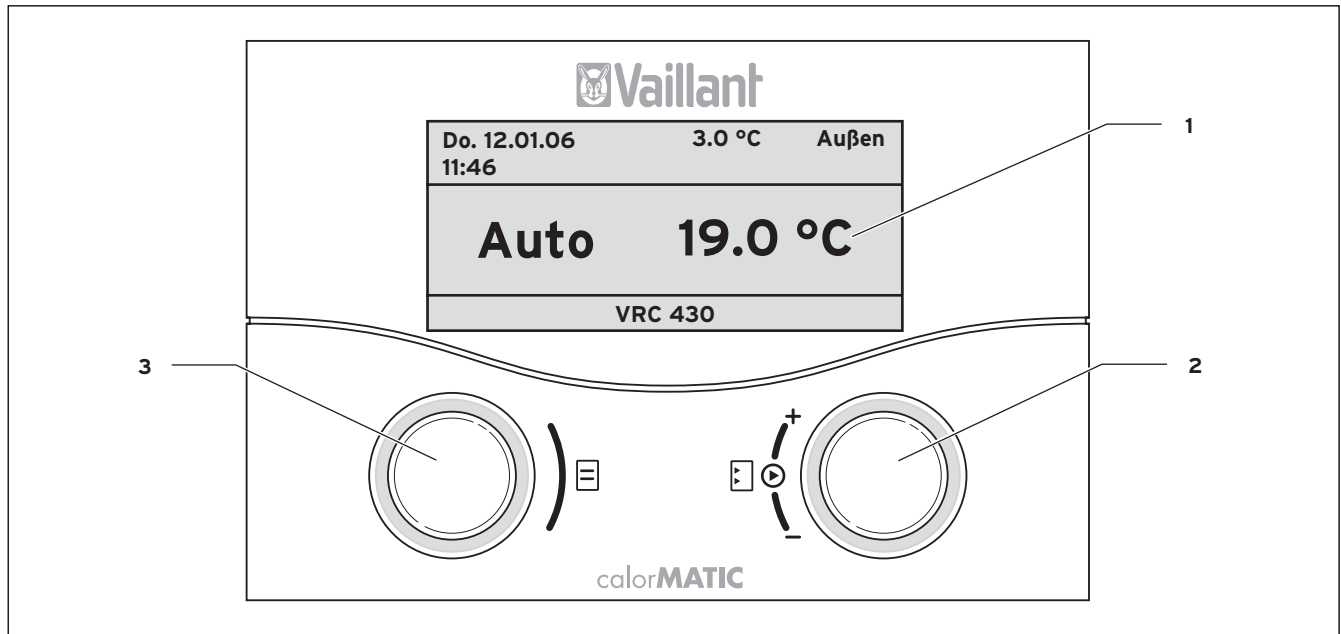

Abb. 4.1 Übersicht Bedien- und Anzeigefront
Die Abbildung 4.1 zeigt im Display die vereinfachte Grundanzeige. Die vereinfachte Grundanzeige liefert folgende Informationen:
- vereinfachte Grundanzeige (Abb. 4.1)
Die beiden Einsteller (Abb. 4.1 Pos. **2** u. **3**) funktionieren nach dem Vaillant Prinzip „Dreh und Click“.